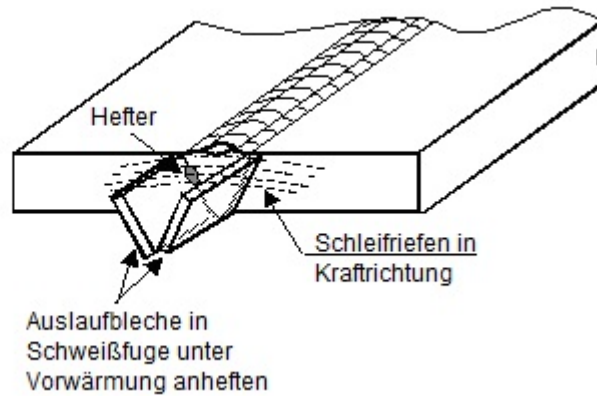

Bild 1
- Schleifriefen quer zur Krafrichtung sind nicht zulässig. (siehe Bild 1)